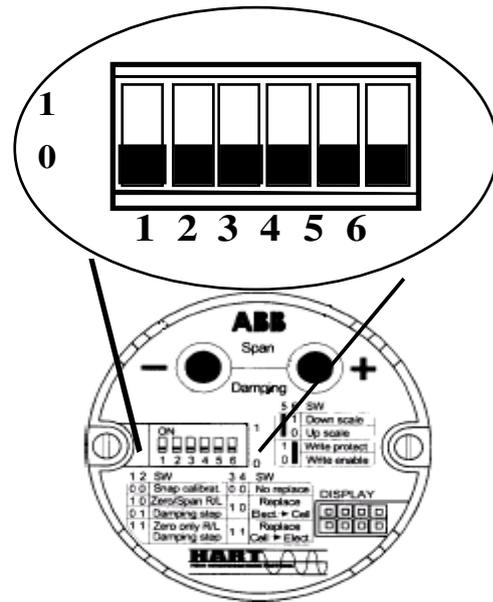

Fig. 5.1 - Posición inicial de los interruptores DIP
- d. Si aparece el mensaje "WRITE DISABLE" en el display integral, verificar la posición de los interruptores DIP (es necesario abrir la tapa por el lado de la electrónica y extraer el display integral; ver Fig. 5.1)
4. Cerrar la válvula equalizadora (C)
5. Abrir la válvula (B) del lado baja presión.